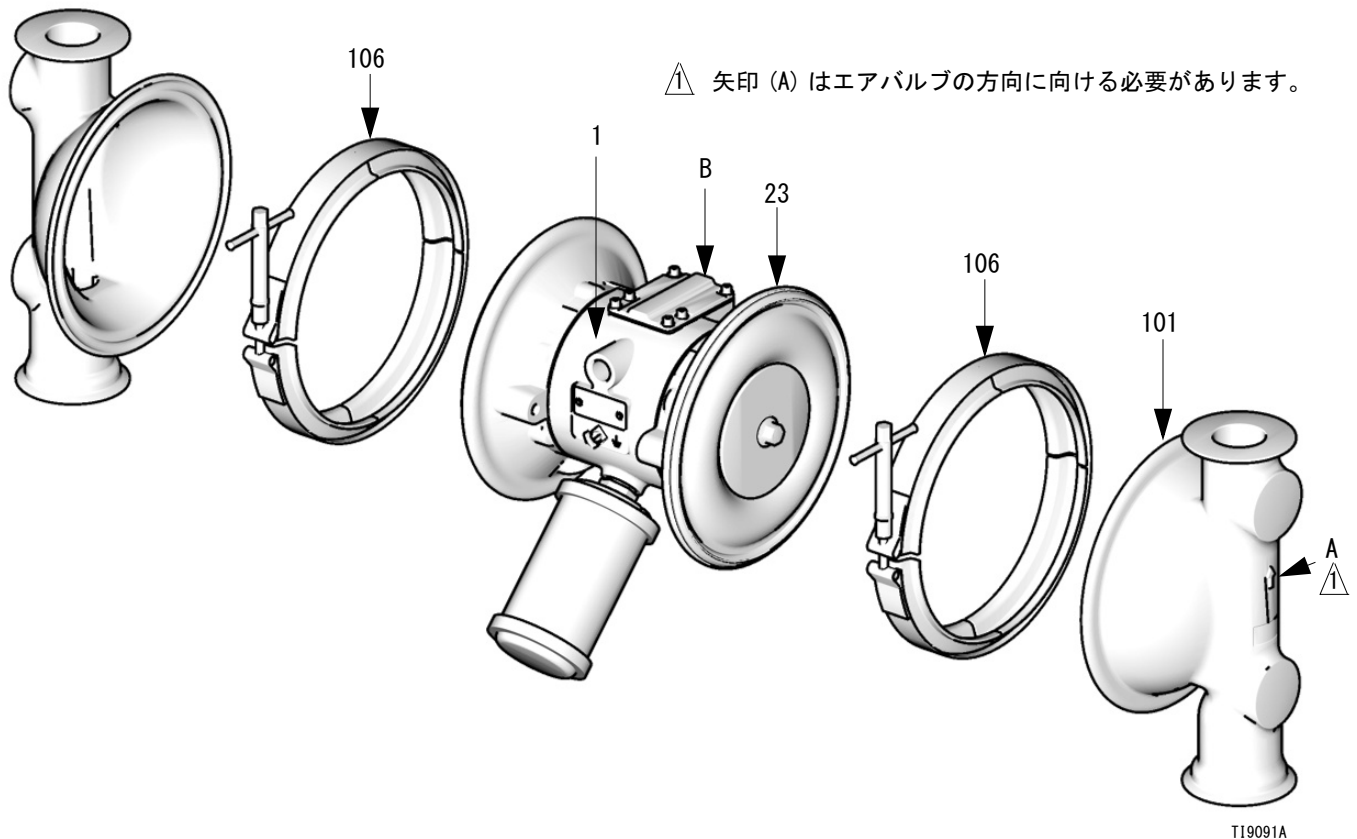

図 10
3. 液体カバー (101) をエアカバー (23) に保持しているクランプ (106) を外します。液体カバー (101) をポンプから引き抜きます。図 10 を参照してください。
- d. PTFE モデルの場合のみ、ボルトにバックラー (401*) を取り付けます。AIR SIDE と刻印されている側をセンターハウジング (1) に向けてください。
- e. エア側のダイヤフラムプレート (104) を、丸い面がダイヤフラム (401) に向くように、ボルトに取り付けます。このプレートには部品番号が刻印されています。
- f. 中強度 (青) の Loctite® または同等品をボルト (107) のネジ山に付けます。手でボルトをシャフト (24) に固定します。
3. ダイヤフラムシャフト (24) の長い面と端にグリースを塗り、ハウジング (1) に差し込みます。
5. レンチを使ってシャフトボルト (107) の片方を保持し、他方のボルトを最高 100 rpm、81 ~ 95 N•m (60 ~ 70 フィート・ポンド) のトルクで締めます。
6. 液体カバー (101) とセンターハウジング (1) の向きを、カバーの矢印 (A) がエアバルブ (B) と同じ向きになるように揃えます。カバーをクランプで固定します。図 10 を参照してください。